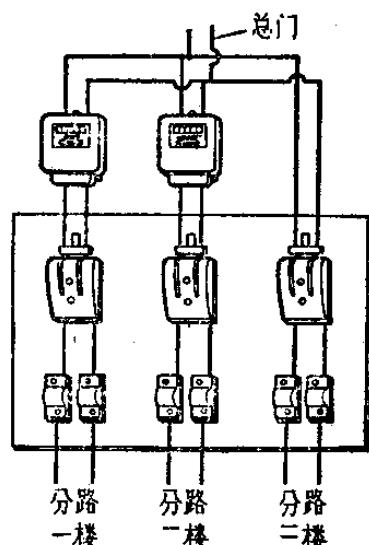

图 4-3
3. 配电盘：当有許多家合用一个总电表时，有許多不方便，因此常常是每家人家另外再接一个小火表，因此总門以下往往設立一个配电盘，如图 4-3。这样，当某一戶的电路发生故障时，也